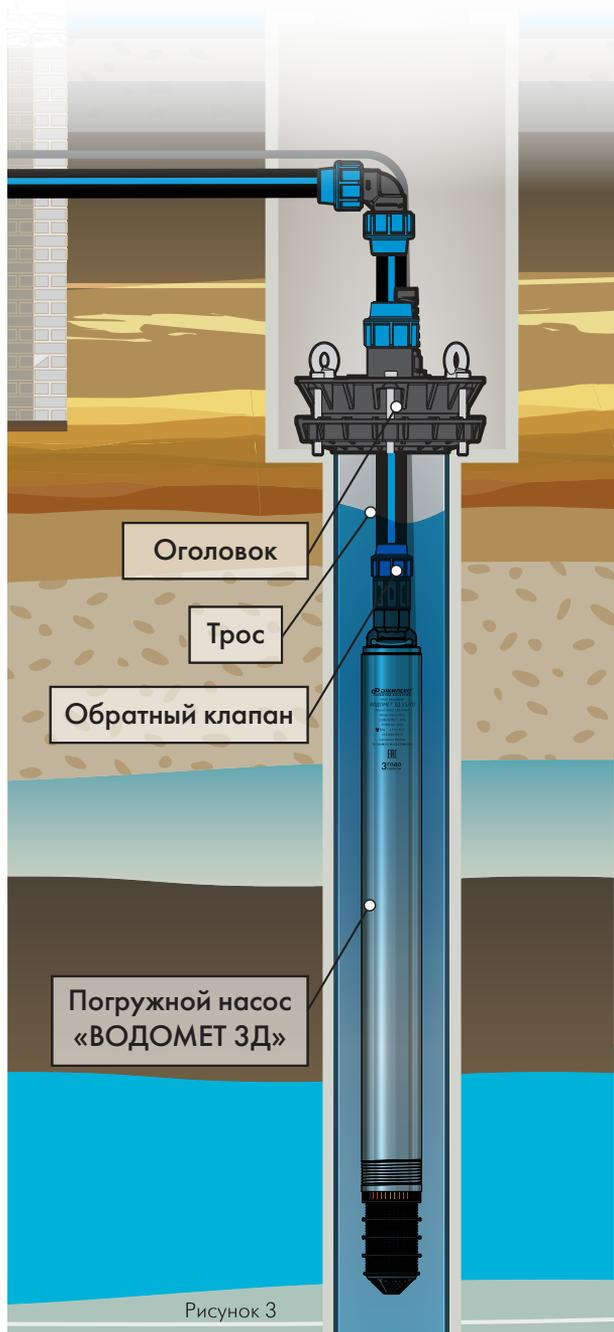

Рисунок 3
5.1 Монтаж насоса (рисунок 3)*